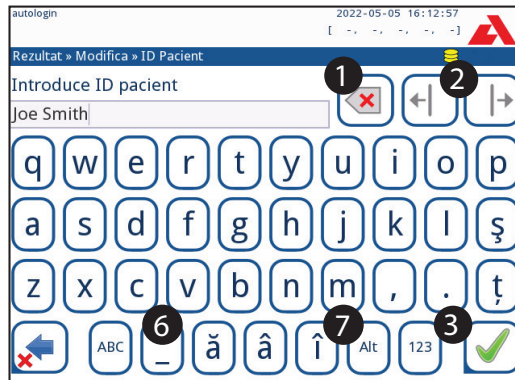

Figura 16: Seturile de caractere ale tastaturii ecranului tactil
Tastatura virtuală are o dispunere alfabetică. Utilizatorul poate introduce litere, numere și simboluri, unul câte unul. Caracterele introduse sunt afișate în caseta de introducere deasupra tastelor de caractere (☞ **Figura 16**). Atingeți ușor Backspace (❶) pentru a șterge cel mai recent caracter introdus. Utilizați săgețile cursorului (❷) pentru a poziționa cursorul, indicat printr-o linie verticală gri, pe un anumit caracter din șir. Utilizați tastele de comutare a modului de introducere (❸, ❹, ❺, și ❻) pentru a comuta setul de caractere afișat la un set de caractere numerice, minuscule și, respectiv, majuscule. Un set extins de simboluri de punctuație este, de asemenea, disponibil (❼).